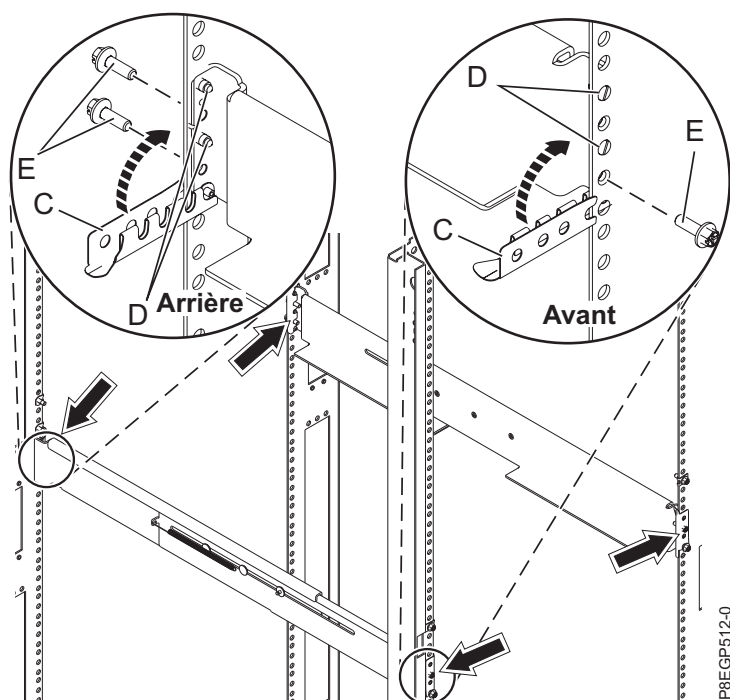

Figure 6. Fixation des glissières
- a. Étirez la glissière de droite et insérez les ergots (**D**) dans les deux trous de montage les plus bas marqués sur l'armoire, de sorte que la glissière soit orientée vers le haut, comme illustré dans la figure 6, à la page 9
- b. Faites pivoter vers le haut la fixation avant (**C**) pour bloquer la glissière, comme illustré dans la figure 6, à la page 9.